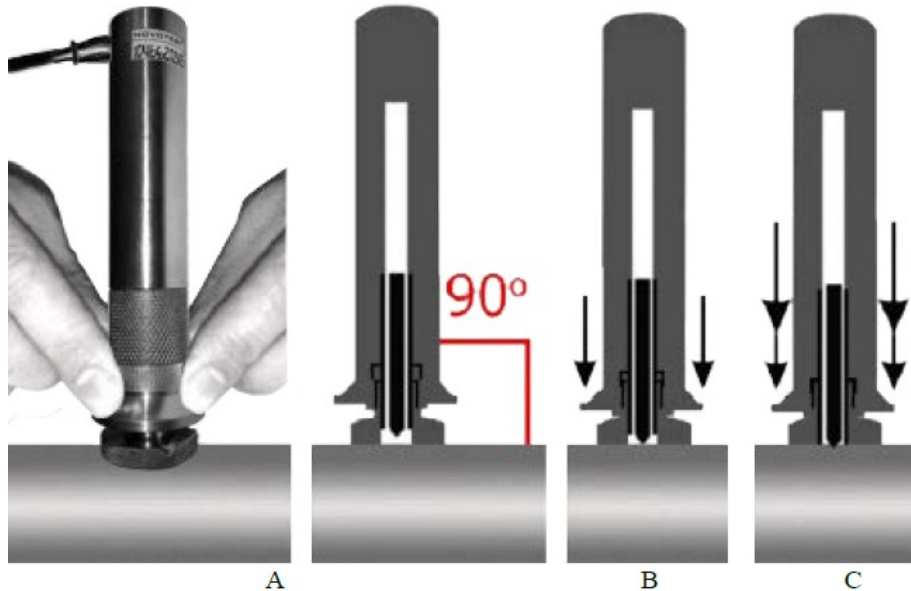

Abb. 2.9 - Messen mit der UCI U1-Sonde
8. Legen Sie die Druckscheibe der Sonde auf die Probenoberfläche und halten Sie sie für die Auflageplattform wie in Abbildung 2.9 A. Drücken Sie mit beiden Händen auf die Stützplattform und bewegen Sie den Diamant Eindringkörper der Sonde senkrecht zur Probe, bis sie die Oberfläche berührt (Abbildung 2.9, B) und dann ununterbrochen, sanft (etwa während 0,5 Sekunden), mit einer Druckkraft (5 kg, wenn Sonde UCI (50N) ohne jegliche Verschiebung in die Metalloberfläche drücken (Abbildung 2.9 C).